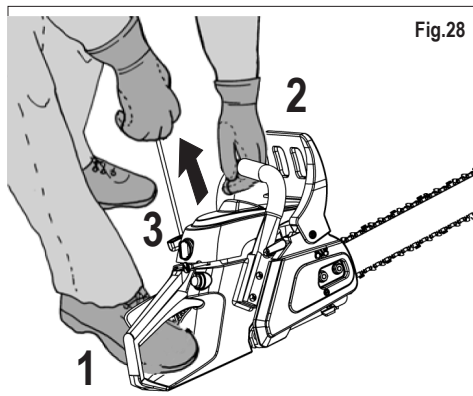

Fig.28
4) Bloquear la motosierra como aparece en la fig. 28.
5) Tirar enérgicamente de la empuñadura del cable en arranque, hasta que se produzcan los primeros estallidos (normalmente no más de 4/5 veces) fig. 28.
7) Seguir tirando del cable de arranque (fig.28) hasta que el motor se ponga en marcha.
- Mantener parada la Motosierra fig.28 dejando girar motor y cadena por no menos de 15 segundos (para un precalentamiento).
- 3) Tirar enérgicamente de la empuñadura del cable de arranque hasta que el motor se ponga en marcha (fig. 28).